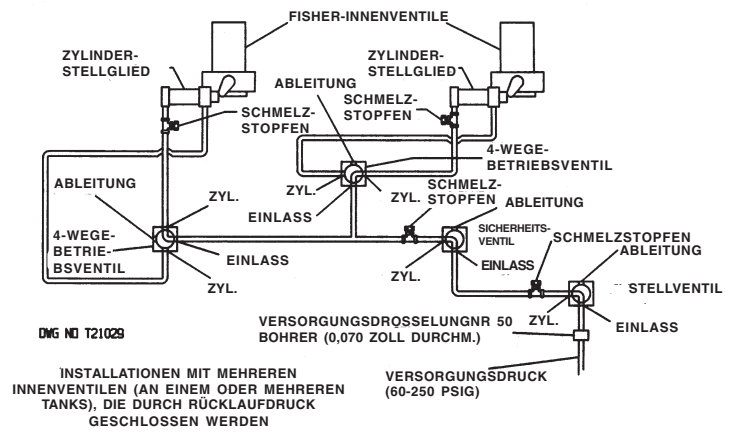

Abbildung 10
FÜR INSTALLATIONEN MIT **MEHREREN** INNENVENTILEN (AN EINEM ODER MEHREREN TANKS), DIE DURCH RÜCKLAUFD RUCK GESCHLOSSEN WERDEN, siehe Abbildung 10.
- AN TANKS MIT MEHR ALS EINEM INNENVENTIL: ZU ZYLINDERANSCHLUSS (KOPFENDE) AN BETRIEBSVENTIL (SIEHE ABB. 10, 13 ODER 16)
- AN TANKS MIT MEHR ALS EINEM INNENVENTIL: ZU ZYLINDER AN BETRIEBSVENTIL (SIEHE ABB. 10 & 13)